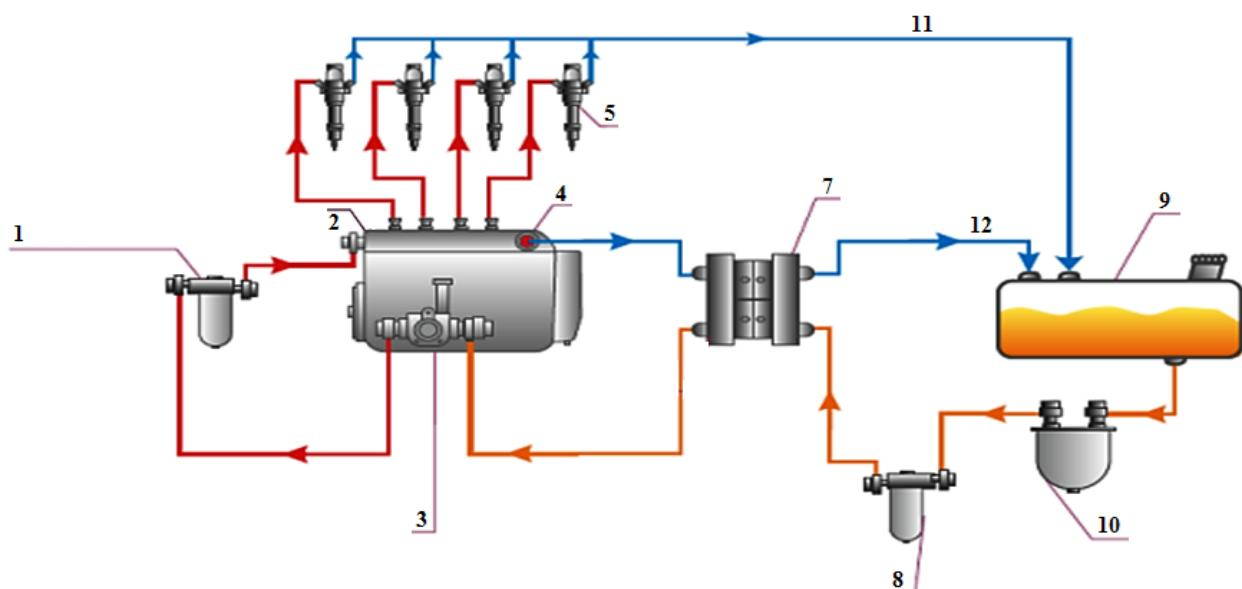

Рис.12 Установка подающей камеры на разрежение
2) Установка подающей камеры производится в топливную магистраль до ТННД (**на разжение**). В данном случае **обязательна установка дополнительного ФТО** (см. рисунок 12).